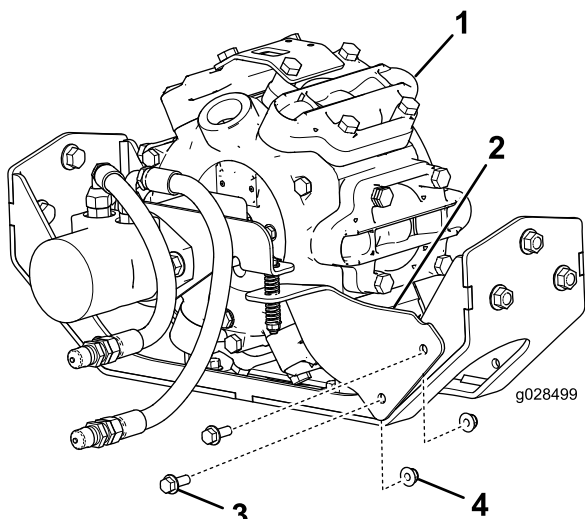

Рисунок 6
1. Установите стопорящий кронштейн на передний левый кронштейн насоса опрыскивателя с помощью двух болтов с фланцевыми головками (3/8 x 1 дюйм) и двух фланцевых гаек (3/8 дюйма), как показано на Рисунок 6.